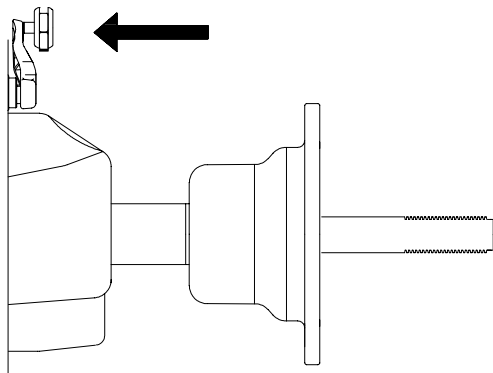

Figure 41
1. S'assurer que l'arbre SAPE est dans sa position de repos indiquée à la (Figure 41).
5. L'afficheur indique "H" "POS" suivi d'une sonnerie. Ramener le bras dans sa position d'origine (Figure 41). L'afficheur indique "CAL End".